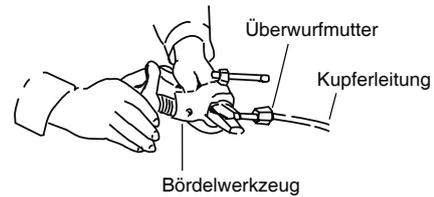

Abb. 5-3
- (3) Die Überwurfmutter von der Einheit abnehmen und an der Kupferleitung anbringen.
- (4) Das andere Ende der Kupferleitung mit dem Bördelwerkzeug nun ebenfalls aufweiten. (Abb. 5-3)